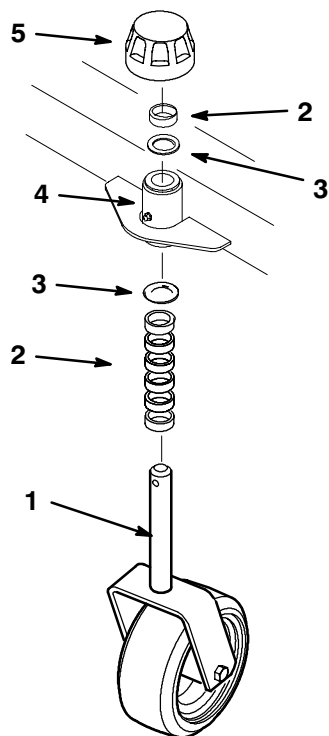

Figure 11
3. Retirer le capuchon de fixation de la fourchette de roue pivotante au support du châssis (Fig. 11).
4. Déplacer la quantité souhaitée de cales vers le dessus ou le dessous du support (Fig. 11). Veiller à disposer les cales de la même manière sur les deux roues pivotantes, et à placer une rondelle de butée de chaque côté du support du châssis.
5. Replacer le capuchon, et descendre le balai sur le sol (Fig. 11).